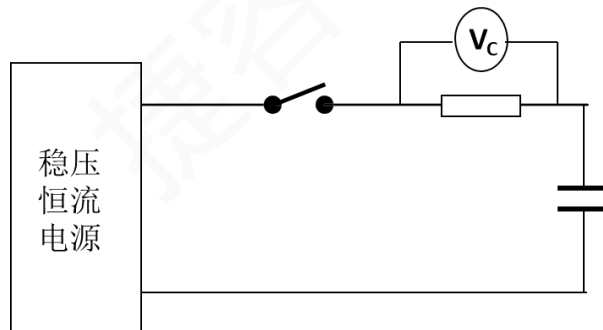

图4 漏电流测试电路图
- 用电压表记录 72h 后保护电阻两端的电压  $U_S$ ，如图 4 所示；